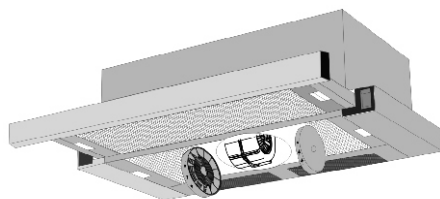

рис. 7
8.3 Для очистки алюминиевого фильтра извлеките его из вытяжки (рис. 7) и произведите его очистку с помощью щетки водным раствором нейтрального моющего средства вручную или в посудомоечной машине (при 60°C). Сильно загрязненный фильтр не следует мыть в посудомоечной машине. Старайтесь не сгибать фильтр при мойке.
- установите два угольных фильтра см. табл. 1 и (рис. 7), предварительно удалив с них упаковочную пленку;
- угольные фильтры устанавливаются на защитные решетки корпуса вентилятора, путем легкого нажатия и поворота (рис. 7);